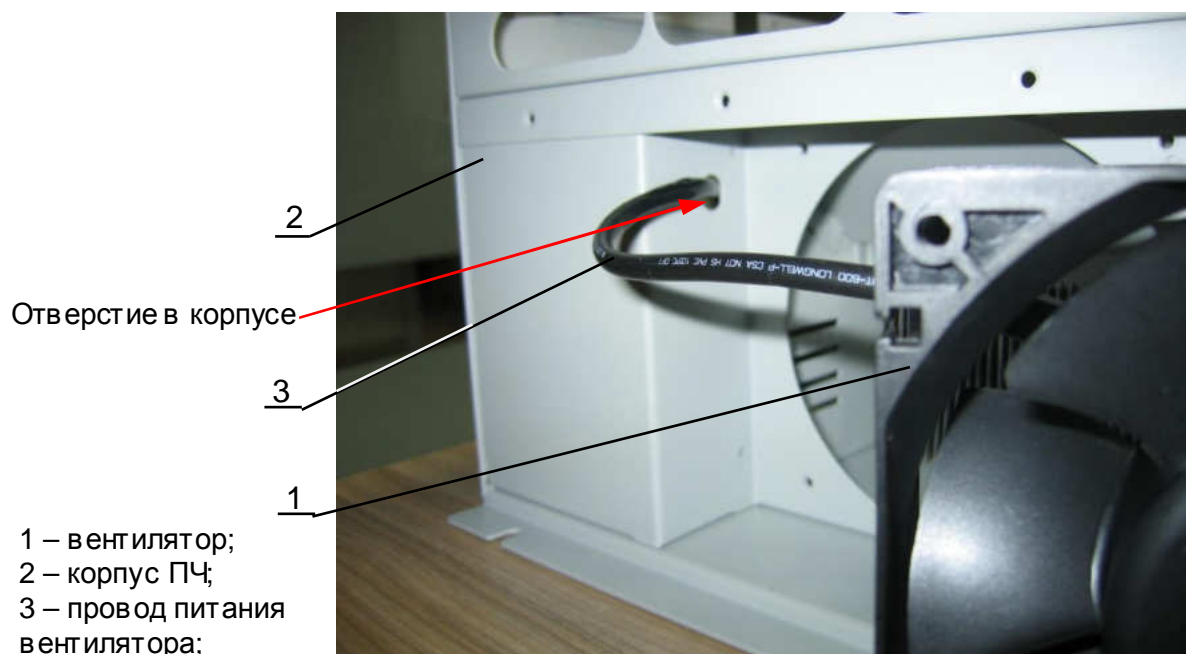

Рис.7.36
7.12.2. Установить вентилятор (1) в корпус ПЧ (2), предварительно продев конец провода питания (3) вентилятора в отверстие в корпусе ПЧ (рис.7.36).